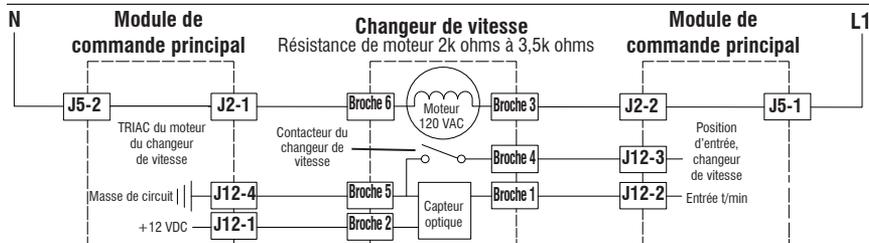

Figure 4 - Schéma de circuit du changeur de vitesse (contacteur du changeur de vitesse : Ouvert=SPIN [essorage], Fermé=AGITATE [agitation])
**NOTE :** Consulter la figure 4, "Schéma de circuit du changeur de vitesse" à la page 34 pour ce qui est des tests et mesures.